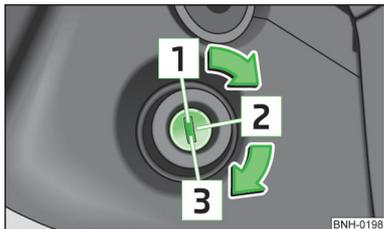

Fig. 90
- Durante la marcha con el motor parado, la llave de contacto ha de estar siempre en la posición **2** » *fig. 90* de la página 101 (encendido conectado). Esta posición se indica por el encendido de algunos testigos de control en el cuadro de instrumentos combinado.
- El motor de arranque sólo se debe accionar estando parados el motor y el vehículo. Si se acciona el motor de arranque con el motor en marcha **3** » *fig. 90* de la página 101, puede resultar dañado el motor de arranque o el motor del vehículo.
### Motores de gasolina » fig. 90
### Motores diésel » fig. 90
Si la **dirección está bloqueada** y no se puede girar la llave de contacto hasta la posición  » fig. 90 o resulta muy difícil, se debe mover ligeramente el volante hacia los lados para liberar el bloqueo de la dirección.
- Conectar el encendido  » fig. 90 de la página 101.
Parar el motor girando la llave de contacto a la posición  » fig. 90 de la página 101.